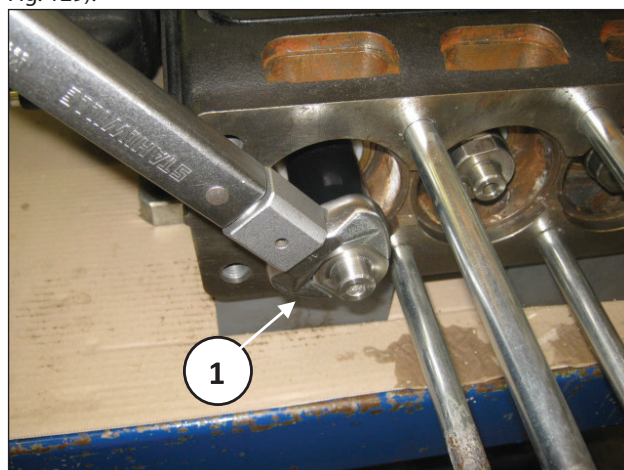

Fig. 129
Monte o espaçador do pistão na bomba e aperte (pos. ①, Fig. 129).